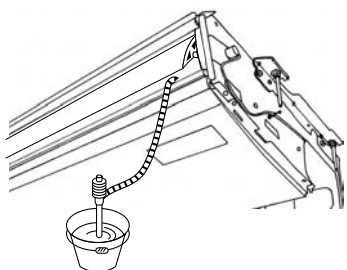

Fig. 5-3
2. Aperte a tampa da tomada ⑥ fornecida com a unidade ao casquilho de junta ⑤.
3. Fixe a tubagem de drenagem do campo (VP-20) ao casquilho de junta ⑤ com um adesivo de cloreto de vinilo.
4. Isole a tampa de tubagem de drenagem ⑦ fornecida com a unidade. (Isolamento da costura)
- Ⓒ Tampa da tomada ⑥
- Ⓓ Casquilho de junta ⑤
- Ⓔ Tampa da tubagem de drenagem ⑦
5. Verifique se a drenagem se faz correctamente (Fig. 5-3)